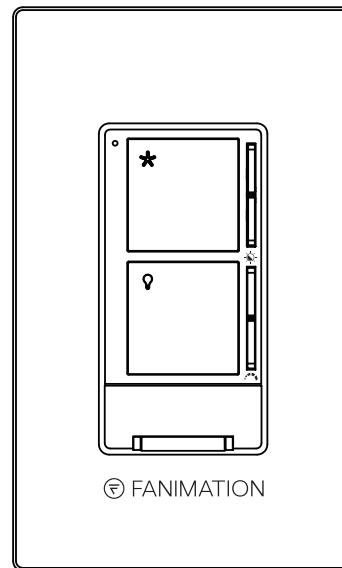

Figura 4
5. Funciones del control de pared: (Figura 4)